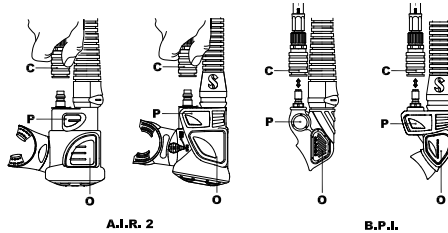

fig. 6
Cuplarea conexiunii de decuplare rapida (fig. 6 - C):
Pentru a umfla vesta apasati butonul de admisie a inflatorului (fig. 6-P). Aerul ar trebui sa intre in vesta. Pentru un control mai bun asupra umflarii vestei folositi jeturi scurte de aer prin apasarea si eliberarea butunului de admisie.
2. Continuatii sa expirati in mustiuc apasand totodata butonul de evacuare al inflatorului (fig. 6 - O).